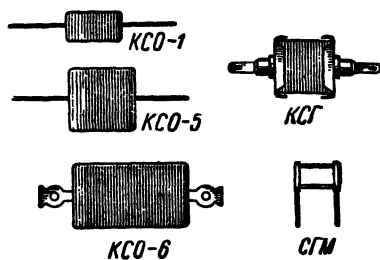

Рис. 5. Слюдяные конденсаторы постоянной емкости.
**Слюдяные конденсаторы** (рис. 5), состоящие из большого числа обкладок фольги, переложенных пластинами из слюды, обычно обжимаются и запрессовываются в пластмассовую оболочку (тип КСО), но выпускаются также герметизированные слюдяные конденсаторы в плоских керамических оболочках (СГМ) и металлических корпусах (КСГ).